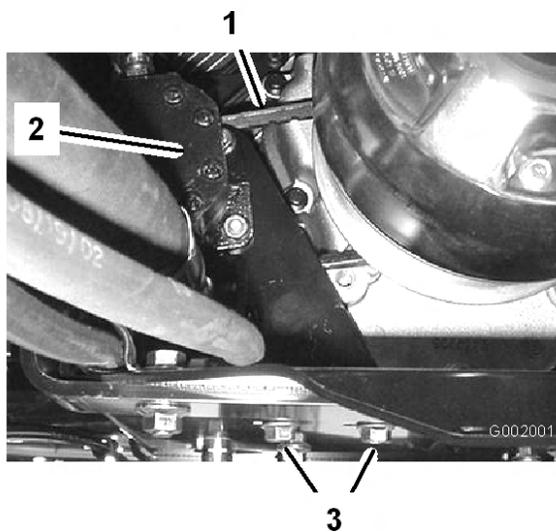

Figura 61
2. Allentate i bulloni di fissaggio della pompa dello sterzo (Figura 61).